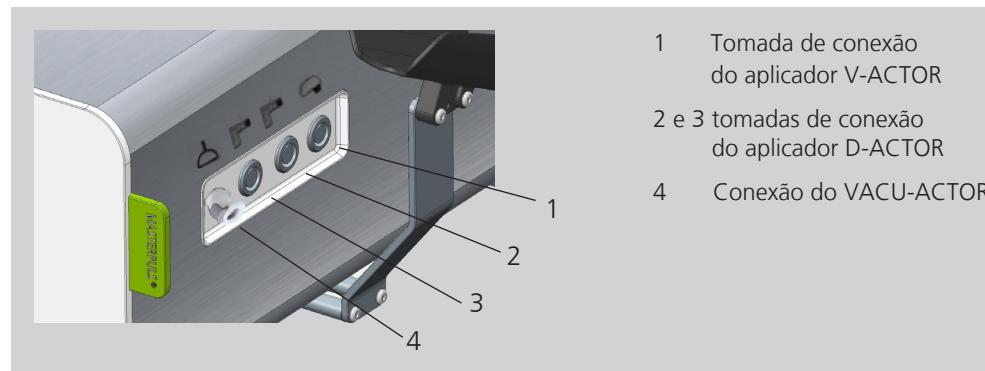

Imagen 3-8 Tomadas de conexión dos aplicadores e do VACU-ACTOR
- Insira o acoplamento da extremidade mais curta da mangueira no acoplamento de conexão do lado direito do D-ACTOR 200 (Imagen 3-8 / 4).